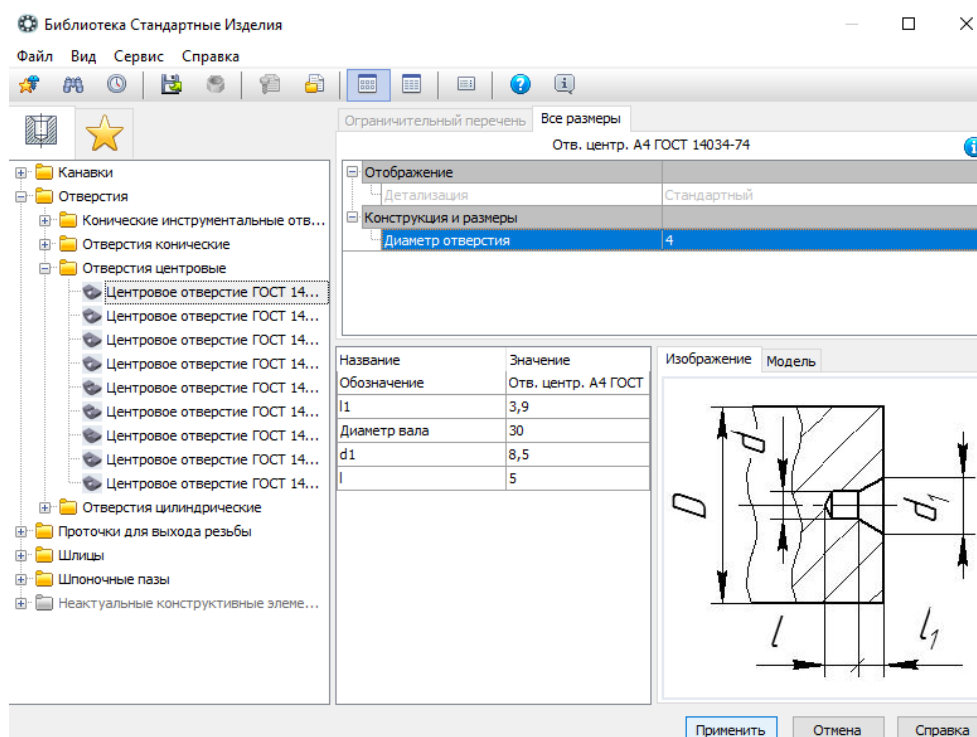
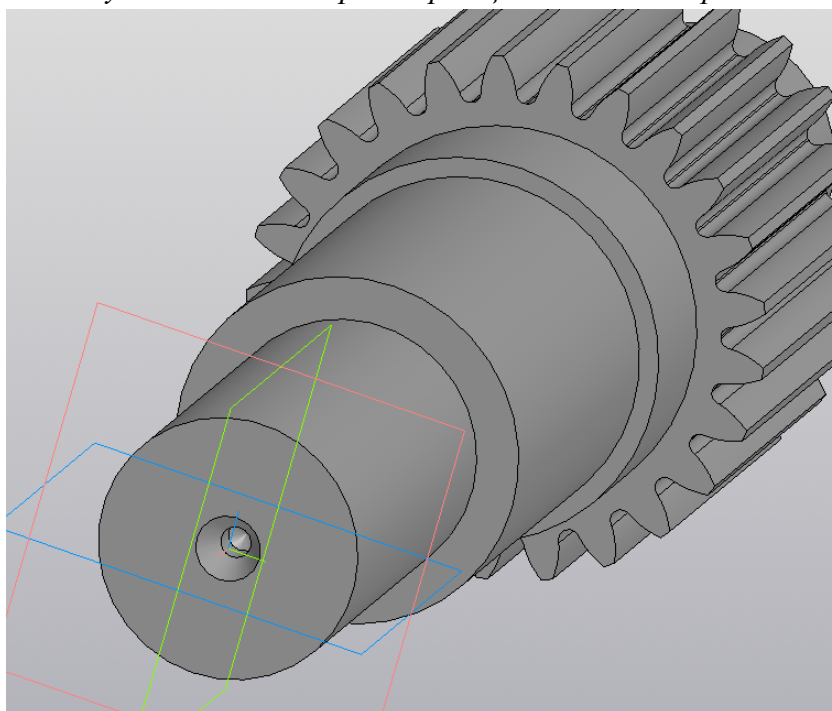

Рисунок 15 - Ввод параметров центрального отверстия
Рисунок 16 - Центровое отверстие
- В открывшемся диалоговом окне выполните двойной щелчок мышью в поле *Диаметр отверстия*, в списке *Выбор типоразмеров и параметров* выполните двойной щелчок на значении диаметра отверстия 4 мм. В окне *Библиотека Стандартные Изделия* нажмите кнопку *Применить* (рисунок 15). В модели будет построено центровое отверстие (рисунок 16). Нажмите кнопку *Создать* .